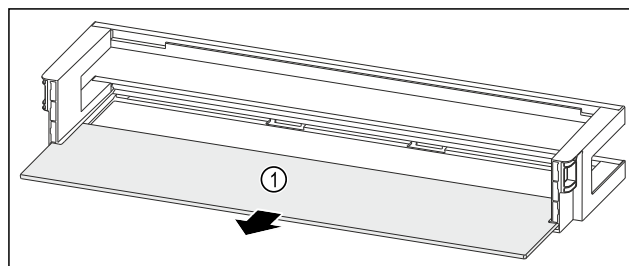

Fig. 221 Дверная полка со съемной полкой
- Извлеките съемную полку Fig. 221 (1).